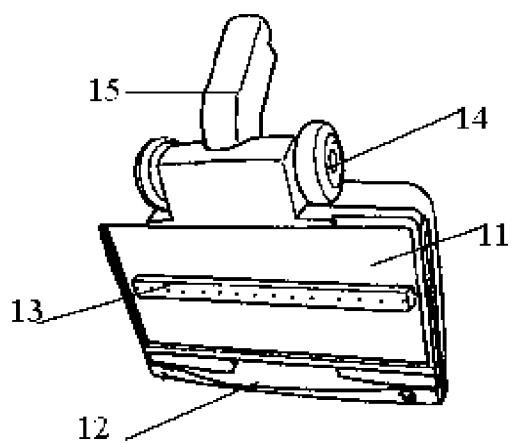

图 2
权利要求书 1 页 说明书 3 页 附图 2 页
[0008] 图 2 为现有技术抹布刷头的侧视图。刷头 1 包含:形成底面的底部面板 11;连接在底部面板 11 的上侧的外部容器。底部面板 11 是四角形形状,在其上设置有抹布粘贴装置 13,抹布粘贴并固定于刷头的底面,其可以简便的安装到刷头上,或者从刷头上拆卸。底部面板 11 的前端中央部位形成有外部空气和异物质流入的吸入口 12,吸入口 12 是上下方向贯通而成的。即,通过吸入口 12,底部面板下侧的空气和异物质流动到底部面板的上侧。底部面板的后端设置有移动滚轮 14,移动滚轮 14 的作用是:使刷头 1 的移动变得顺畅。移动滚轮 14 在左右两侧分别设置一个。底部面板的中央部后端连接有连接管 15,其引导延长管和刷头,使之连接在一起。
- [0019] 图 2 为现有技术的抹布刷头结构的立体图;